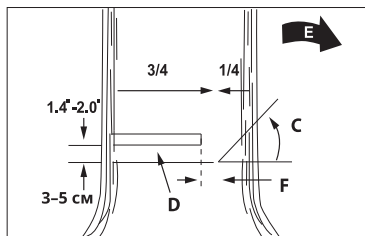

Рис. 15
Стандартный процесс валки дерева включает два основных этапа: подпил (С) и основной пропил (D). Подпил (С) наносите с той стороны дерева, куда планируется его повалить (Е). Не углубляйтесь в ствол слишком далеко. При выполнении подпила (С) оставьте нетронутой прочную часть ствола (F) достаточной толщины. Ширина подпила должна обеспечивать необходимое направление падения дерева. Предупреждение! Не ходите перед деревом, которое было подпилено. Основной пропил (D) делается на задней стороне дерева на 3–5 см выше горизонтальной плоскости подпила (С) (рис. 15).